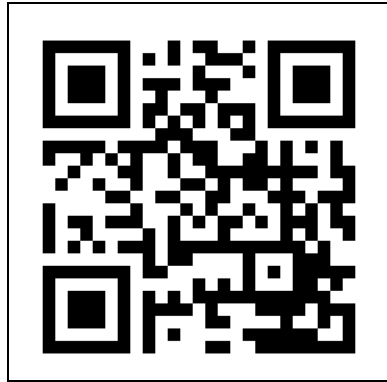

Abbildung 15
1. Öffnen Sie das Eurom Smart App-Handbuch mit dem QR-Code (Abbildung 15) oder gehen Sie zu [www.eurom.nl/nl/manuals](http://www.eurom.nl/nl/manuals).